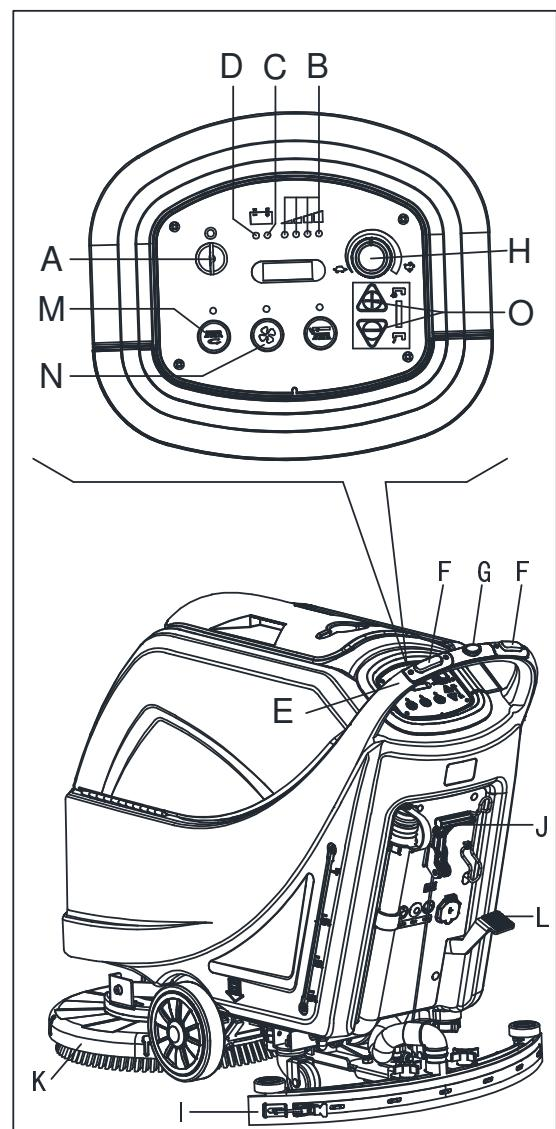

Figure 8
- Insérer la clé de contact (A, Fig. 8) et la tourner sur "I". Vérifier que le témoin lumineux vert (B) se met en marche (batterie chargée). Si le témoin lumineux LED jaune (C) ou rouge (D) s'allume, retourner la clé de contact sur "0" et charger les batteries (voir la procédure au chapitre Entretien).
- En poussant avec les mains sur la poignée (E) (uniquement pour les machines sans traction).
- En poussant avec les mains sur la poignée (E) et en appuyant sur le commutateur (F) pour avancer, ou en appuyant sur le commutateur (F) avec le commutateur (G) pour reculer (uniquement pour la machine à traction). La vitesse d'avancement peut être réglée avec le dispositif de réglage (H).
- Abaïsser l'embouchure (I) avec le levier (J).
- Abaïsser la plate-forme de la brosse/du plateau support disque (K) en appuyant sur la pédale (L).
- Appuyer sur le commutateur de la brosse/du plateau support disque (M) sur le commutateur du système d'aspiration (N).
- Appuyer sur les commutateurs de réglage du débit d'eau (O), si nécessaire, en fonction du type de nettoyage à effectuer.
- (uniquement pour les machines sans traction) en poussant la machine avec les mains sur la poignée (E) et en appuyant sur le commutateur (F).
- (uniquement pour les machines avec traction) en poussant la machine avec les mains sur la poignée (E) et en appuyant sur le commutateur (F). Si nécessaire, la vitesse d'avancement peut être réglée avec le dispositif de réglage (H).
2. Tout en gardant les deux mains sur la poignée, appuyer sur l'interrupteur de sécurité (F, Fig. 8), puis manœuvrer la machine et commencer à nettoyer/sécher le sol.